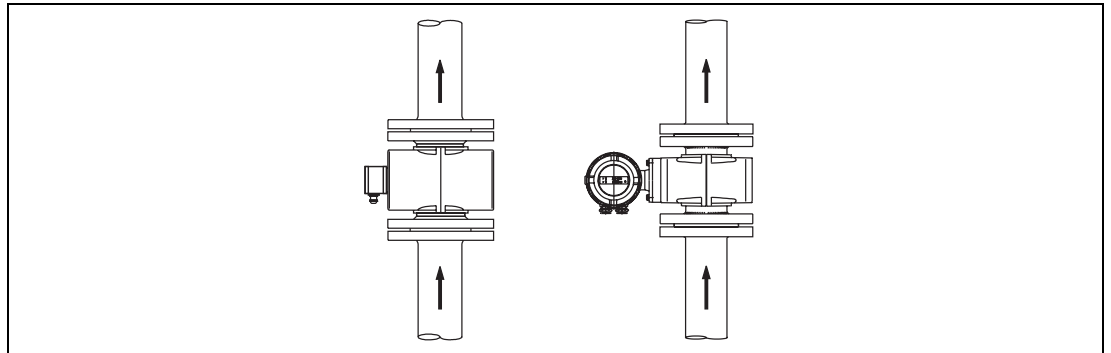

Abb. 10: Einbau in einer senkrechten Leitung
- Vertikale Installation bei Abrasion, Durchfluss von unten nach oben, max. 3 m/s siehe Abb. 10